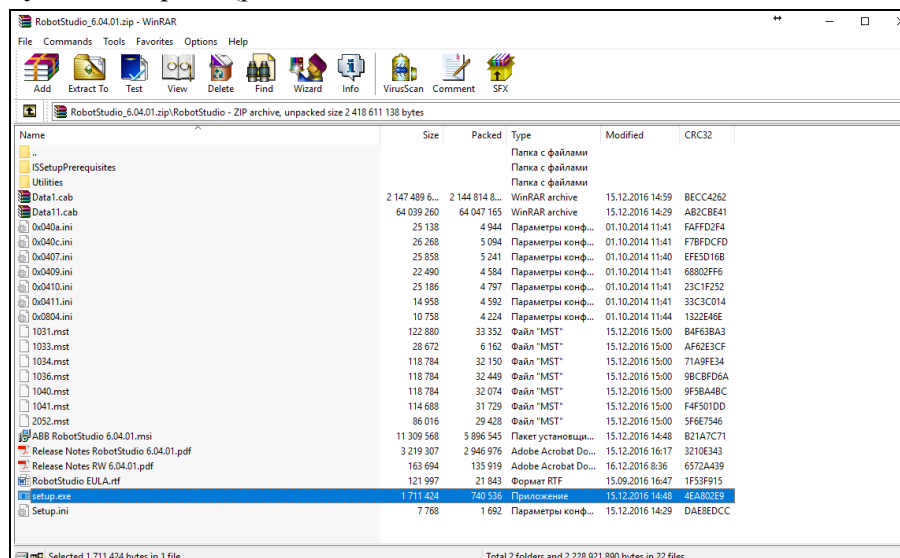

Рис. 2. Папка с инсталлятором программы
2. Запустите setup.exe (рис. 2).